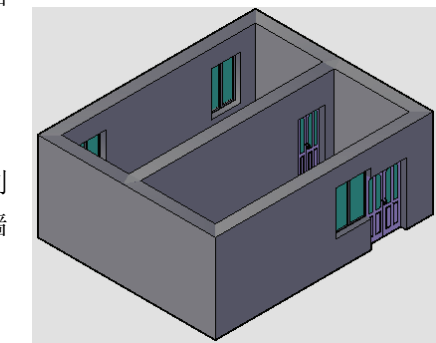

图 5-15 三维效果
4) 将当前视图转换为“西南等轴测视图”，查看插入门窗的三维效果，如图 5-15 所示。